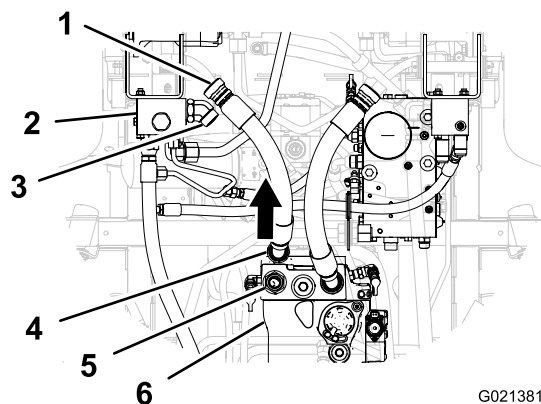

Bild 17
2. Nehmen Sie das 45°-Anschlussstück am Druckschlauch vom geraden Anschlussstück an der Hydraulikpumpe ab (Bild 17).